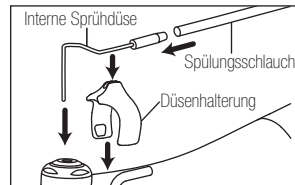

Abb. 3
- 1) Setzen Sie die Düsenhalterung ein. (Abb.3)
- 2) Setzen Sie die Spüldüse in die interne Sprühdüse ein. (Abb.3)